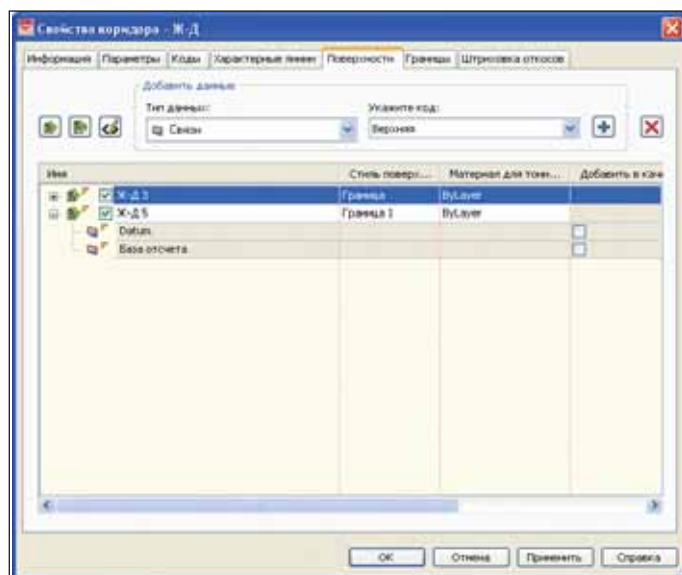

Рис. 9. Добавление поверхностей в свойствах коридора по связям
- Построение поверхности по связям.** В качестве исходных данных для построения поверхности выбираем коды связей (звеньев). Например, для создания поверхности по земляному полотну нужно выбрать коды Datum и База отсчета (рис. 9).